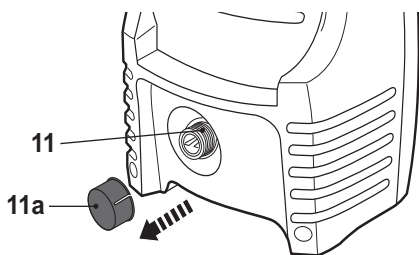

Рис. 11
- > Снимите крышку (11а) с подвода воды (11) (Рис. 11).